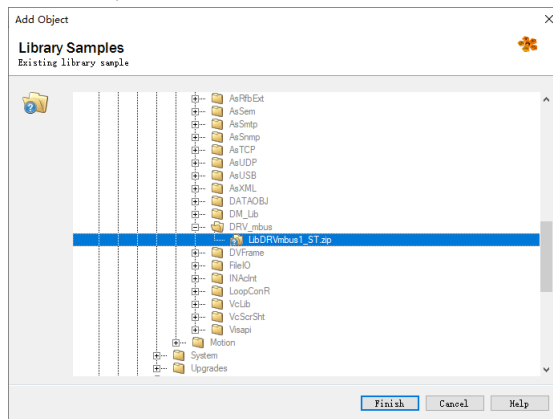

图1-30 添加 Modbus 通讯例程
11.在弹出窗口中,找到AS->Samples->Library->DRV_mbus->LibDRVmbus1_ST.zip,如图 1-30 , 添加结构化文本 (ST) 语言的 modbus 通讯例程至项目中。